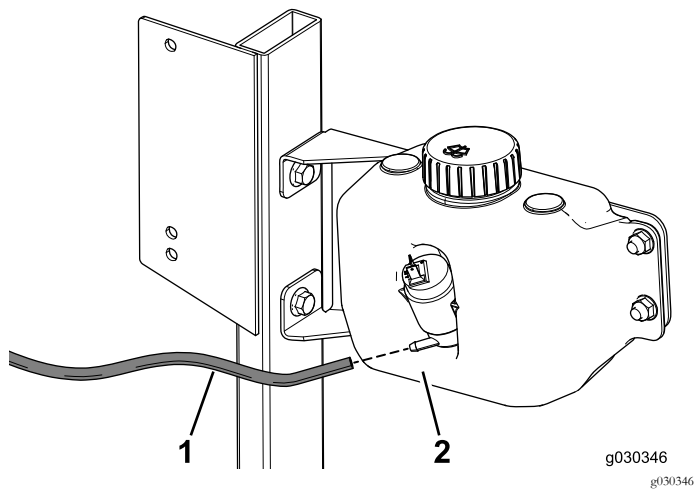

Bild 36
- Schließen Sie ein Ende des Schlauchs für die Scheibenwaschanlage am Behälter für die Scheibenwaschanlage an (Bild 36).